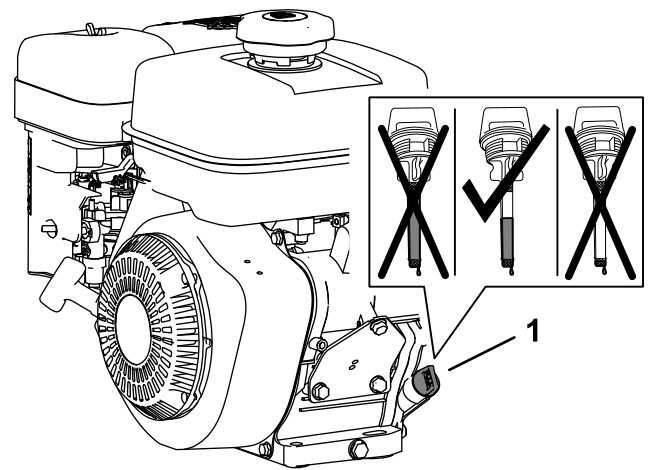

Figura 16
- Togliete l'asta di livello dal collo del bocchettone del motore e pulitela con un panno (Figura 16).
- Versate lentamente 0,6 litri dell'olio specificato nella coppa dell'olio del motore attraverso il collo del bocchettone (Figura 16).
Nota: Il livello dell'olio motore deve coprire l'area tra i punti indicati con tacche sull'asta (Figura 16).